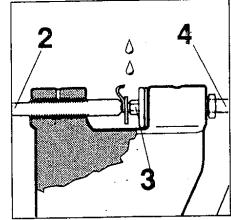
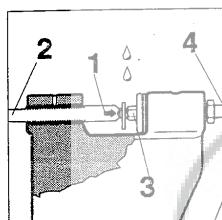

fig. 4
fig. 3
- Posizionare il dente (fig.4) o la maglia di giunzione (fig.3) con la testa del rivetto (1) al centro dell'incavo dell'impugnatura (2) (fig.3).
- Girare l'impugnatura (2) in modo da premere il rivetto (1) contro la testa dell'ogiva ribaditrice (3).
- Girare la manovella (4) alcune volte per centrare